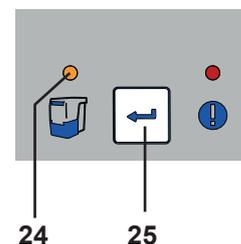

Fig. 11
- ◆ O indicador da gaveta do pó (24) apaga-se.
**Equanto a gaveta do pó não for esvaziada, o respectivo indicador (24, Fig. 11) permanece aceso. Além disso, depois de o aparelho ser desligado e novamente ligado, o sinal sonoro soando 3 vezes relembra a necessidade de esvaziar a gaveta do pó.**